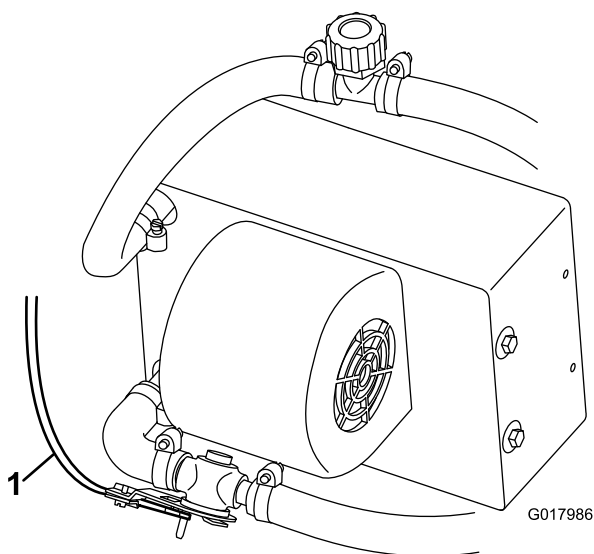

Figura 6
8. Posate e collegate il cavo del comando del riscaldatore alla valvola del riscaldatore (Figura 6).